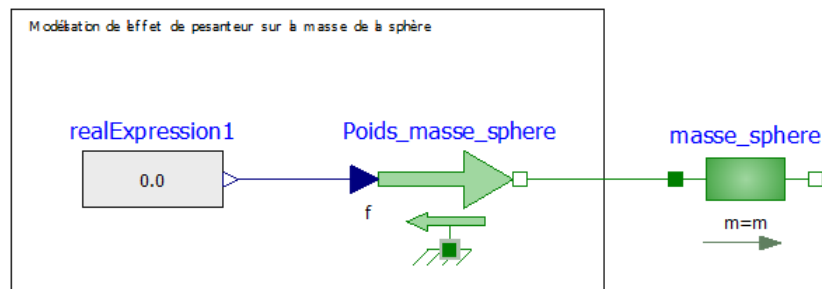

Figure 2: Modèle OpenModelica
6. **Investiguer** à partir du modèle fourni figure 2 afin de confirmer ou infirmer votre hypothèse énoncée lors de la présentation de l'objectif.